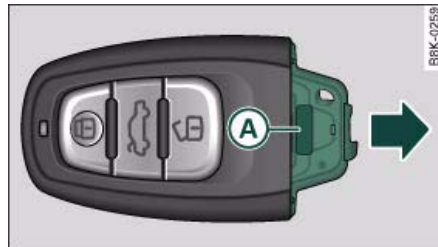

Fig. 18 Llave de control remoto: Desmontar el soporte de la pila
- Oprima la tecla de desbloqueo **A** ⇒ fig. 18 en el soporte de la pila y saque al mismo tiempo el soporte - en la dirección de la flecha - de la llave de control remoto.